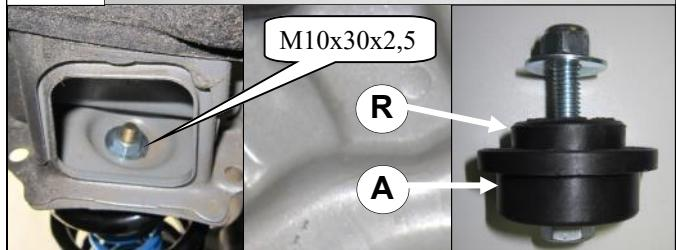

fig. 2
4. Monteer bovenschotel **A** en rubber **R** met bijgeleverd montage materiaal. Dikste carrosserieering komt aan de binnenzijde van de balk. Zorg dat schotel **A** goed gecentreerd zit. Draai de bout stevig aan. Zie fig. 2.
4. Install spring plate **A** and rubber **R** with the included mounting material. The thickest body ring comes on the inside of the chassis beam. Ensure that spring plate **A** is properly centered. Tighten the bolt firmly. See Figure 2.
4. Installieren Sie Federteller **A** und Gummi **R** mit dem mitgelieferten Befestigungsmaterial. Die dicken Körper Ring liegt an der Innenseite vom Chassis Balken. Stellen Sie sicher das Federteller **A** gut zentriert. Ziehen Sie die Schraube fest. Siehe Abbildung 2.
4. Installez la coupelle du ressort supérieure **A** et le caoutchouc **R** avec le matériel de montage fourni. Le côté le plus épais de la coupelle **A** doit se positionner à l'intérieur de la poutre du châssis. Veillez à ce que la coupelle **A** soit bien centrée. Serrez fermement le boulon. Voir la figure 2.